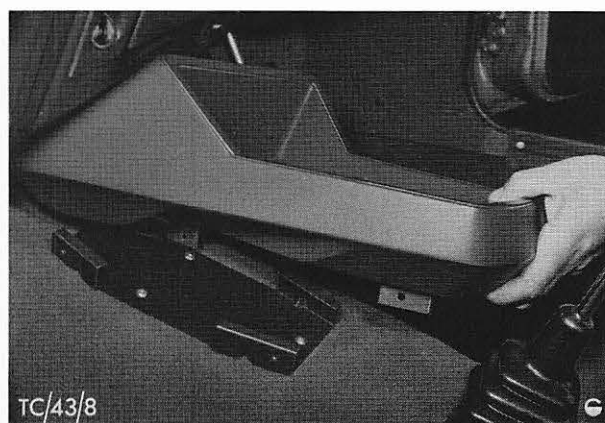

Abb. 61 Anbringung der Ablage auf dem Halter-Gelenkwellentunnel
2. Ablage auf den Gelenkwellentunnel aufsetzen und mit 4 Schrauben befestigen, Abb. 61.